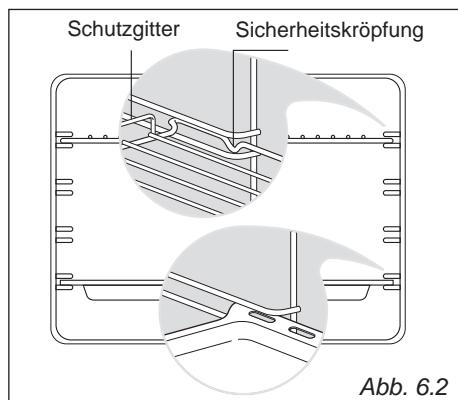

Abb. 6.2
- Führen Sie die Fettpfanne und den Grillrost zwischen die Schienen der Seitenhalterungen ein, wie in Abb. 6.2 dargestellt. Den Rost so montieren, dass die Sicherheitssperre, die unabsichtliches Herausziehen verhindert, ins Innere des Ofens zeigt.